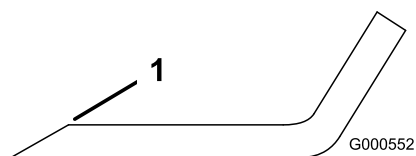
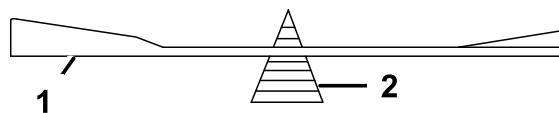

Figura 49
Figura 50
1. Affilate i taglienti da entrambe le estremità della lama con una lima (Figura 49). Rispettate l'angolazione originale. La lama conserva il proprio equilibrio soltanto se viene rimossa una quantità uguale di materiale da entrambi i taglienti.
2. Controllate l'equilibrio della lama posizionandola su un bilanciatore (Figura 50). Se la lama rimane in posizione orizzontale, è bilanciata e può essere utilizzata. Se la lama non è bilanciata, limate del metallo soltanto dalla costa (Figura 49). Ripetete la procedura finché la lama non è perfettamente bilanciata.